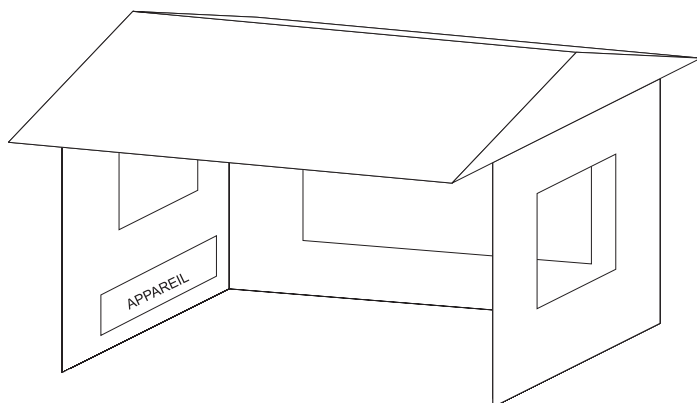

Figure 8
- À l'intérieur d'une enceinte partielle comprenant un couvercle sur le dessus et trois parois latérales, pourvu que 30 pour cent ou plus de la périphérie horizontale (périmètre des murs et du côté ouvert) de l'enceinte soit ouverte en permanence. Voir la Figure 8.